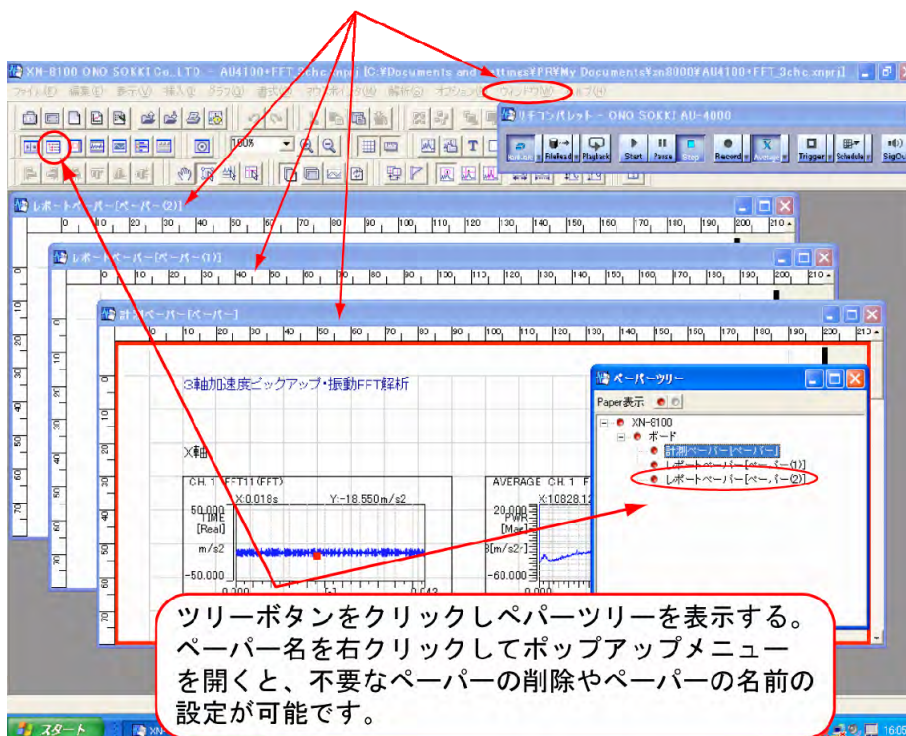

図 18
測定終了後ごとにレポートペーパーが作成されます(図 18)。
- ペーパーの【X】をクリックして閉じられているページは、白丸になっています(図 18)。表示させるには、白丸またはレポート名を右クリックして、ポップアップメニューを表示し、【表示/非表示】をクリックすると赤丸に変わり画面に表示されます。